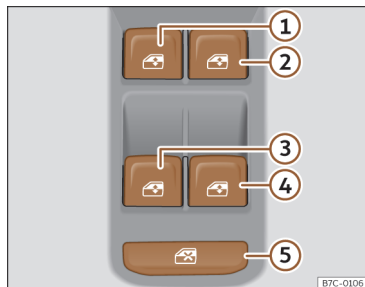

Fig. 60 Détail de la portière du conducteur : commandes des vitres.
La commande de sécurité >>> fig. 60 ⑤ située sur la porte du conducteur vous permet de désactiver les touches des lève-glaces sur les portes arrière.